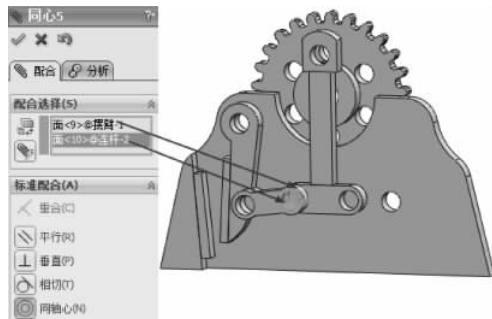

图 3-146 同轴心配合
(9) 选择【标准配合】选项组下的【同轴心】配合类型  , 在【要配合的实体】选择框  中选择如图 3-146 所示的面, 其他保持默认, 单击【确定】按钮  , 完成同轴心配合。